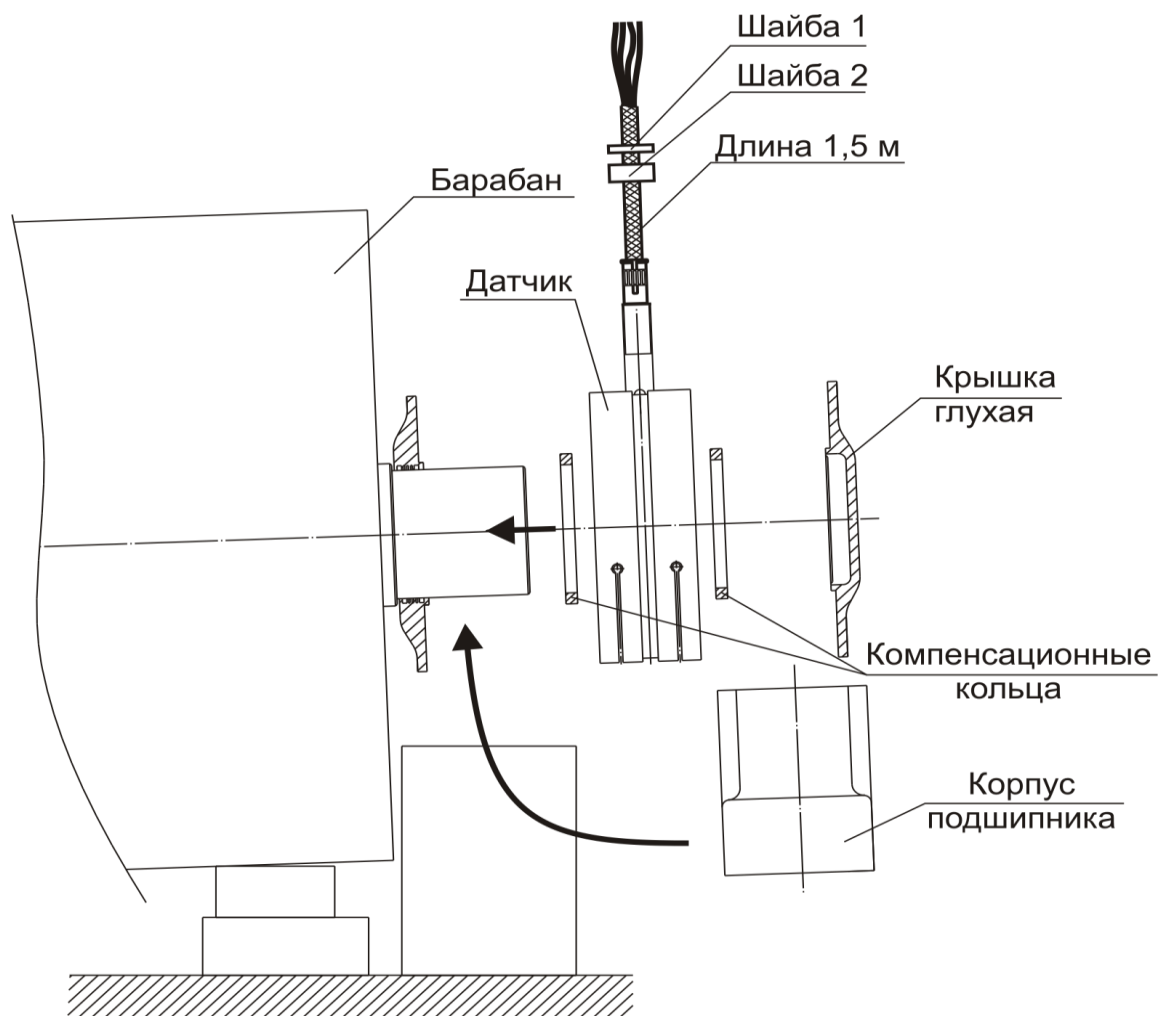

Рисунок 7 – Установка ДСТК
- вставить в паз верхней крышки подшипника шайбы 1,2 (рисунок 7) и зафиксировать их с помощью планки.